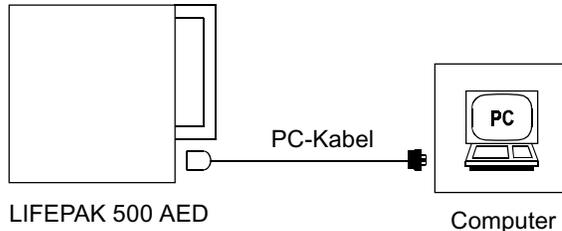

Abbildung 4-5 Anschluß der Geräte zur Datenübertragung an einen Computer über Direktverbindung
- 2 Die Geräte wie in Abbildung 4-5 dargestellt untereinander anschließen.